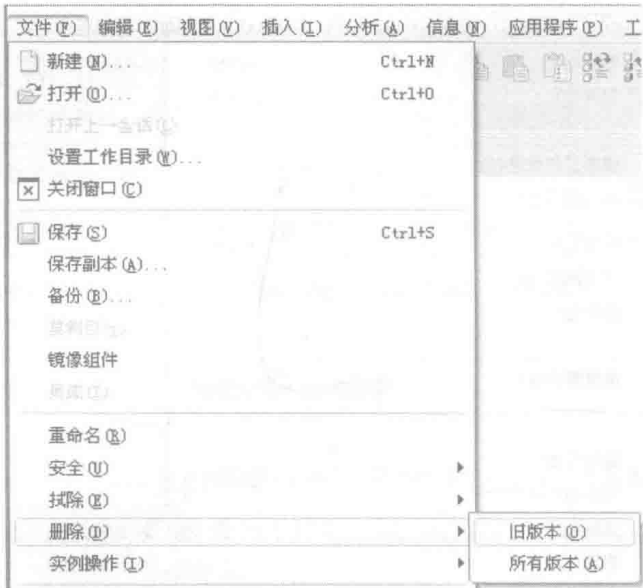
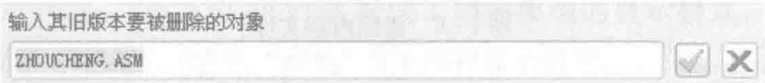
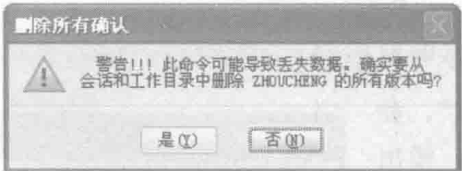

图 1-10 删除文件
图 1-11 【输入其旧版本要被删除的对象】对话框
图 1-12 【删除所有确认】对话框
(2) 删除文件。选择主菜单“文件”→“删除”，如图 1-10 所示。在子菜单中选择“旧版本”命令，弹出如图 1-11 所示的【输入其旧版本要被删除的对象】对话框，其中显示系统默认要被删除的文件名称，单击按钮 ☒，完成删除；选择子菜单“所有版本”命令，系统弹出【删除所有确认】对话框，如图 1-12 所示，单击按钮 ☒，则删除当前图形文件。